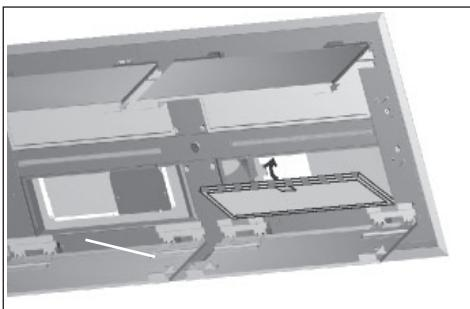

FIG. 26
1. Para instalar los filtros antigrasa, alinee las aletas posteriores del filtro con las ranuras de la campana. Empuje hacia adentro la lengüeta del cierre, presione el filtro en su posición y suelte. Asegúrese de que el filtro esté firmemente enganchado después de su instalación. Fig. 26.